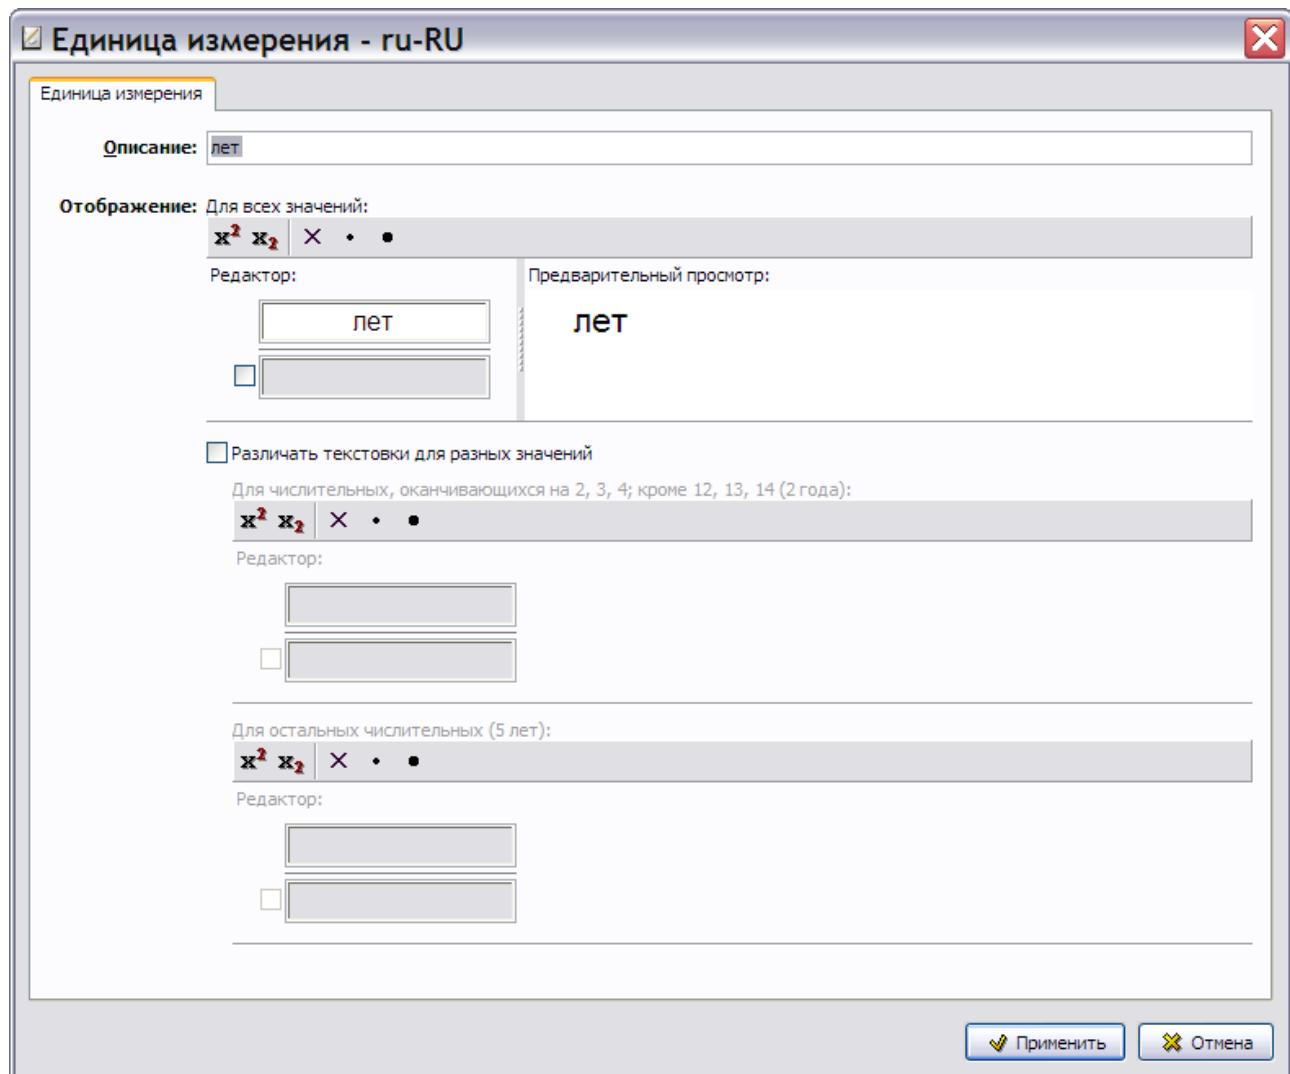

Рис. 3.120
2. Щелкните по выделенной строке два раза левой кнопкой мыши. После этого появится окно **Единица измерения - ru-RU** (Рис. 3.120).